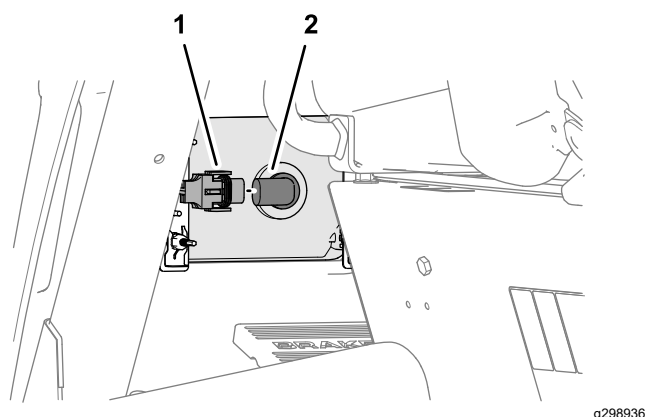

Figure 146
6. Branchez le connecteur de phare sur le faisceau de la machine au connecteur de l'ampoule du phare (Figure 146).